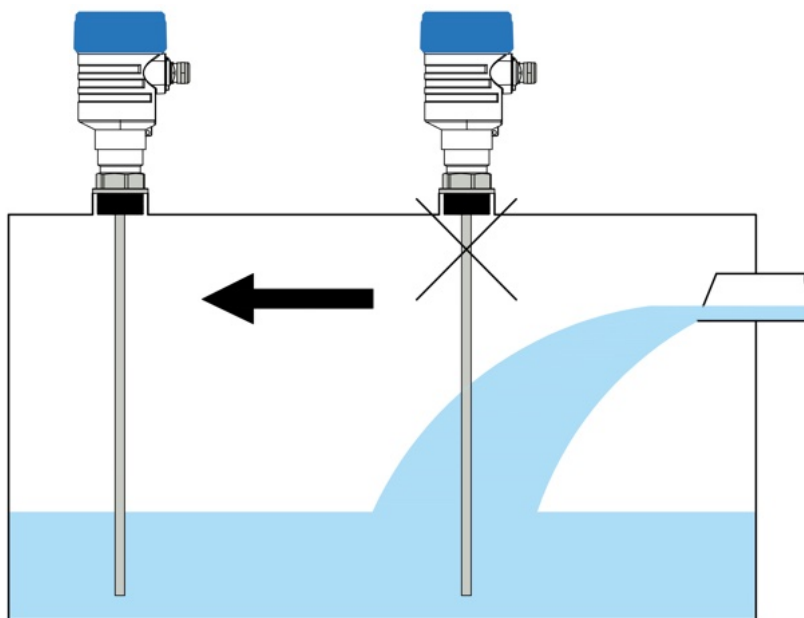

Рисунок 4 – Пример правильного и неправильного расположения уровнемера
- монтаж уровнемера рекомендуется выполнить как можно дальше от линий подачи и слива продукта (рисунок 4). Попадание потока на зонд уровнемера может привести к некорректным показаниям;